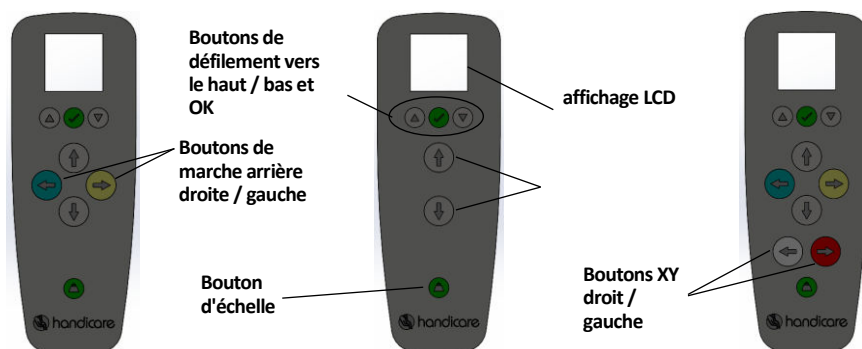

Figure 4: Commandes manuelles A-450 / A-625 pour Power Traverse, Manual Traverse et Systèmes de levage Power Traverse XY (de gauche à droite)
- La Figure 4 montre comment contrôler la traversée manuelle, la traversée motorisée et la traversée X-Y motorisée des systèmes de lève-personne avec la télécommande.